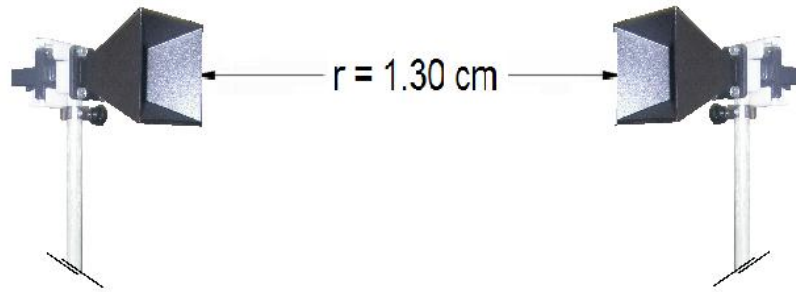

Figura 3.10 Antenas de abertura grande enfrentadas a una distancia $r=1.30\text{cm}$
E. Separé las antenas a una distancia de $r=1.30\text{cm}$. Luego ajústelas para que estén a la misma altura y enfrentadas. Figura 3.10